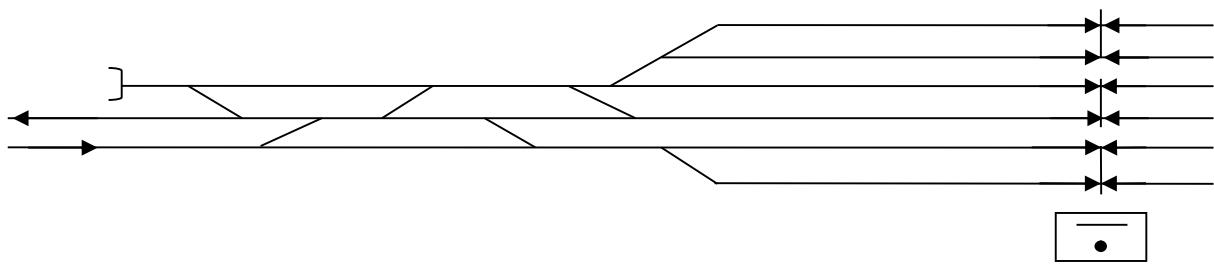

Рисунок 5
5. На схематическом плане нечетной горловины станции (рис. 5) пронумеруйте пути и стрелки, произведите расстановку изолирующих стыков, входных, выходных и маневровых светофоров. Составьте таблицу вариантовых поездных маршрутов.